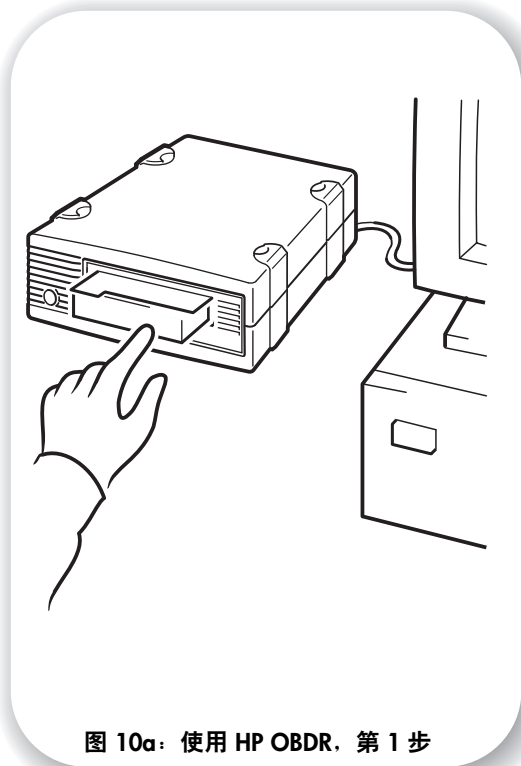

图 10a: 使用 HP OBDR, 第 1 步
- 1 提起盒式磁带挡门并将已分配给 磁带机中（见图 10a）。盒式磁带必须通过以 CD-ROM 格式写入数据的备份应用程序来写入。